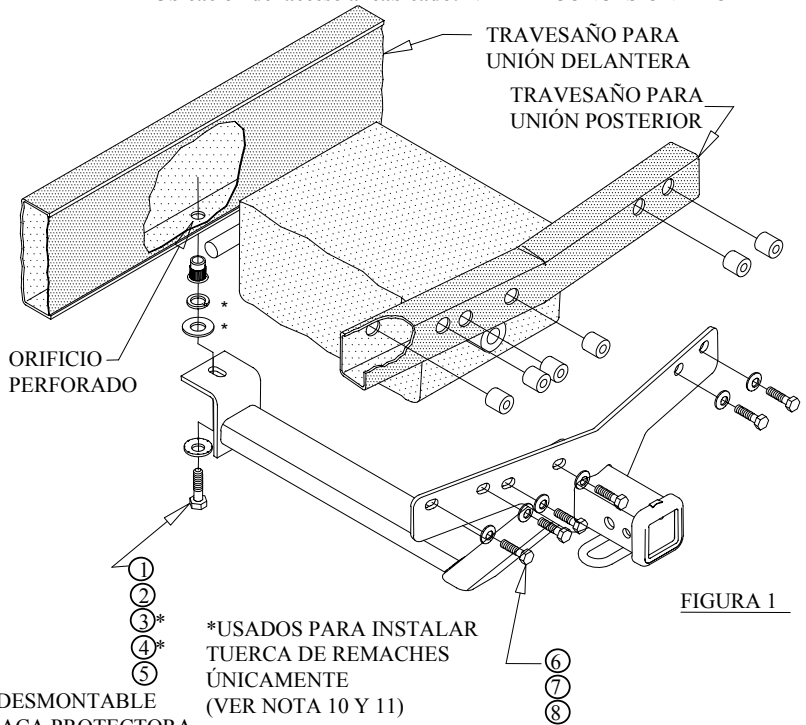

FIGURA 1
8. LEVANTE EL ENGANCHE DE NUEVO A SU POSICIÓN E INSTALE **SIN APRETAR** LOS SEIS TORNILLOS COMO SE MUESTRA EN LA FIGURA 1.